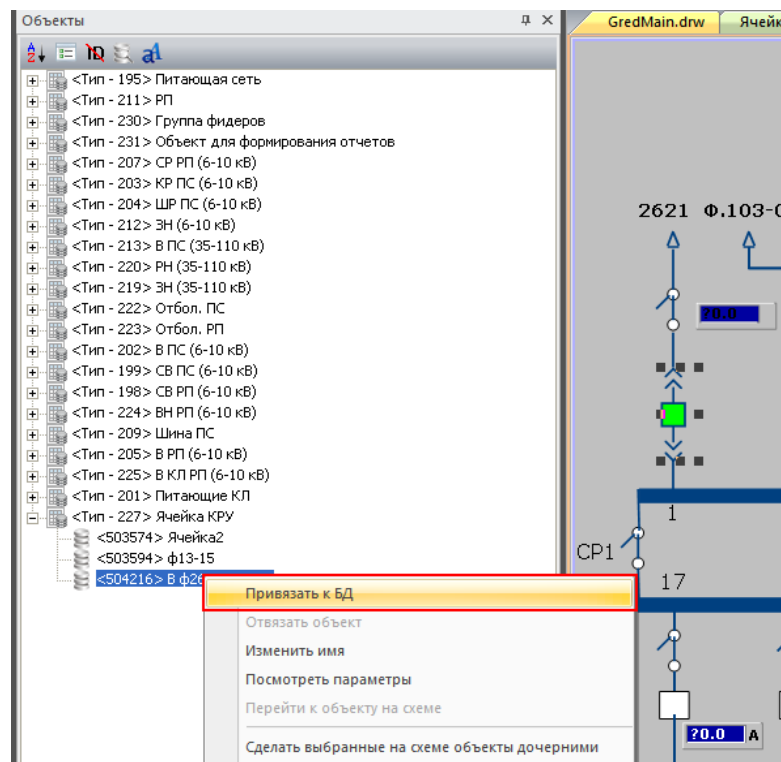

Рисунок 7.8 – Привязка объекта к БД
- Щелчком правой кнопки мыши в дереве объектов, на добавленном элементе, выбрать команду контекстного меню «**Привязать к БД**» (Рисунок 7.8).